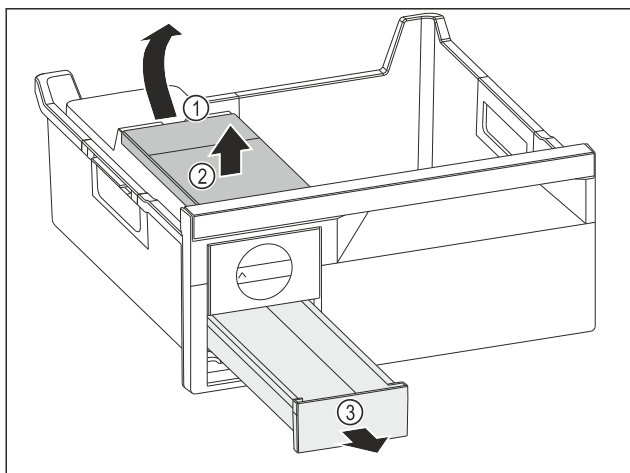

Fig. 75
- ▶ Извлеките бак для воды: Поднимите бак для воды за выемку Fig. 75 (1).
- ▶ Извлеките бак для воды Fig. 75 (2) движением вверх.
- ▶ Извлеките выдвижной ящик для кубиков льда Fig. 75 (3) движением вперед.